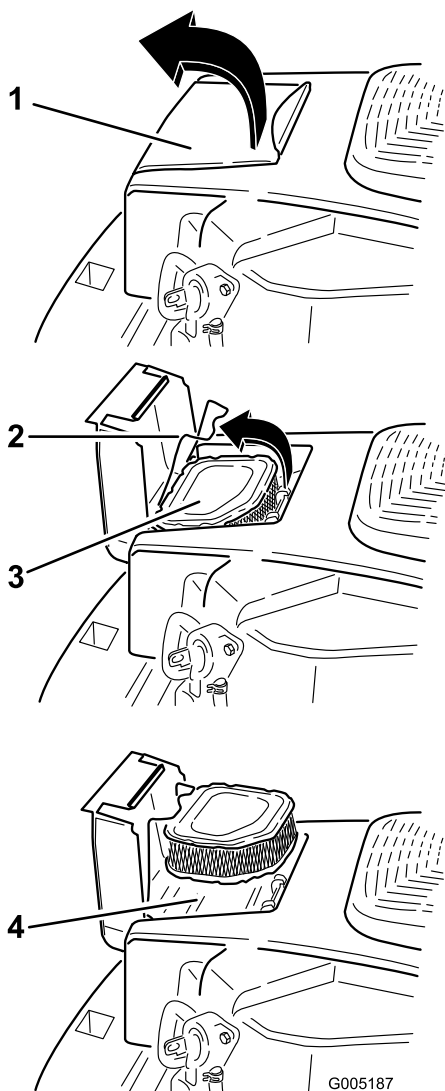

Figure 26
1. Ouvrez le couvercle du filtre à air situé sur le carter de ventilateur pour accéder à l'élément du filtre à air (Figure 26).
2. Ouvrez le verrou et retirez l'élément du filtre à air (Figure 26).